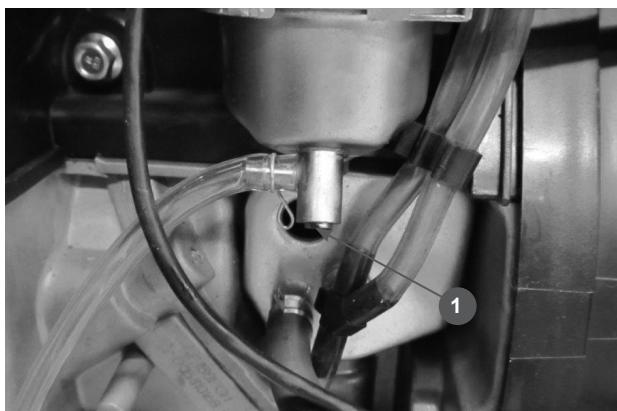

Рис.11
- Открутите на 2-3 оборота винт (1) Рис.11 отстойника карбюратора и слейте топливо из отстойника карбюратора. Закрутите винт отстойника.